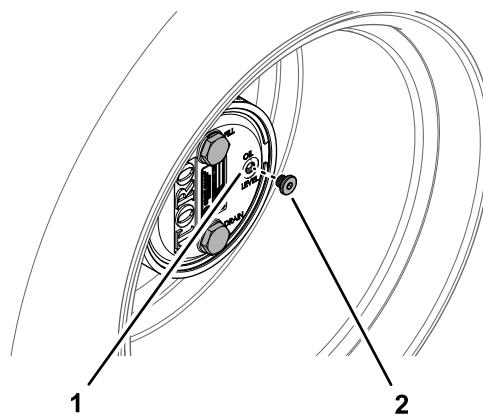

**Figure 59**
1. Garez la machine sur une surface plane et horizontale, tournez la roue de sorte que le bouchon de remplissage soit à la position 12 heures, le bouchon de contrôle soit à la position 3 heures et le bouchon de vidange soit à la position 6 heures (Figure 59).
2. Retirez le bouchon de contrôle à la position 3 heures (Figure 59).
position 3 heures et le bouchon de vidange soit à la position 6 heures ; voir Figure 59 sous Contrôle du niveau de lubrifiant du train planétaire (page 55).